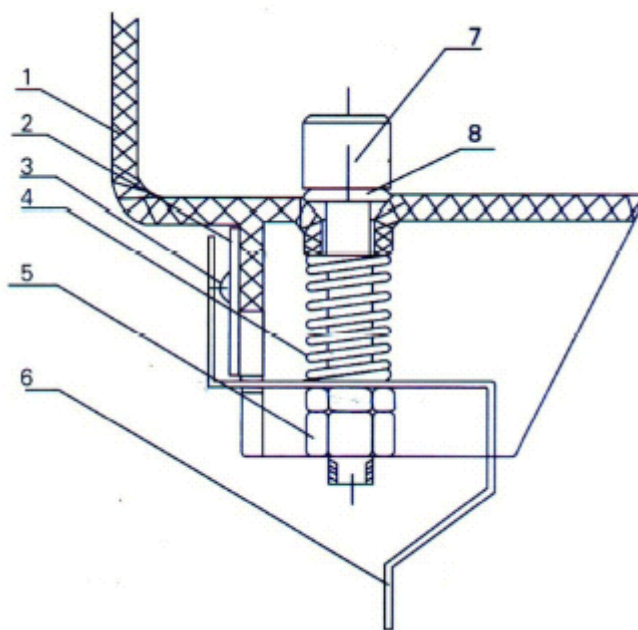

Рис. 2
- отвинтите гайку под выпуском или поверните выпуск на 90°, и снимите горловину выпуска (рис. 2).